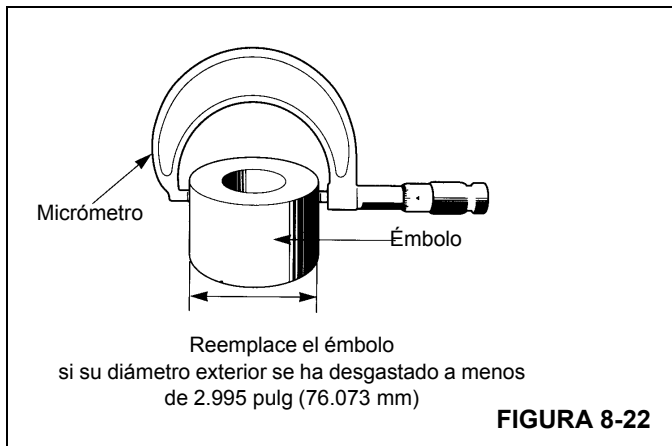

FIGURA 8-22
2. Mida el diámetro del émbolo. Reemplace el émbolo si su diámetro exterior se ha desgastado a menos de 2.995 pulg (76.073 mm). Consulte la (Figura 8-22).